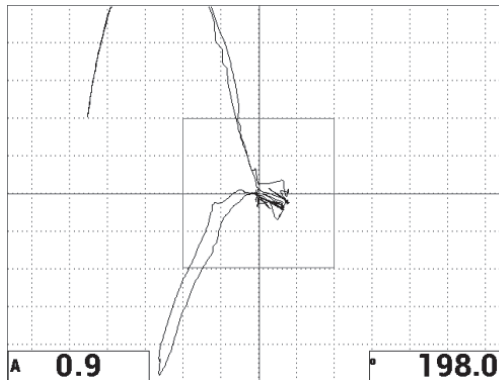

Figure 6-10 Amplitude (A) et phase (°) du point flottant XY
Les lectures affichent en temps réel l'amplitude (A) et la phase (°) du point flottant XY (voir la Figure 6-10 à la page 141). Pour savoir comment changer les lectures en temps réel, voir « Affichage des lectures en temps réel » à la page 68.